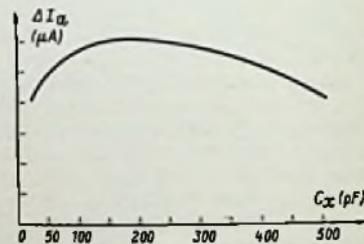

Bild 6. Anodenstromänderung in Abhängigkeit von  $C_x$  bei konstantem Verlustwinkel von  $C_x$  ohne Kompensation durch  $R_{15}$
d. h., mit größer werdendem  $C_x$  nimmt die Empfindlichkeit der  $\text{tg } \delta$ -Anzeige wieder ab, und die Anodenstromänderung  $\Delta I_a$  wird mit größerem  $C_x$  bei konstantem  $\text{tg } \delta$  kleiner; die Kurve verläuft gemäß Bild 6. Mit dem Potentiometer  $R_{15}$  wird dieser Verlauf ausgeglichen, so daß die Anzeigeempfindlichkeit über den ganzen Bereich konstant bleibt. Den Wert von  $C_8$  wählt man als geometrisches Mittel aus dem größten und kleinsten zu messenden  $C_x$ -Wert.